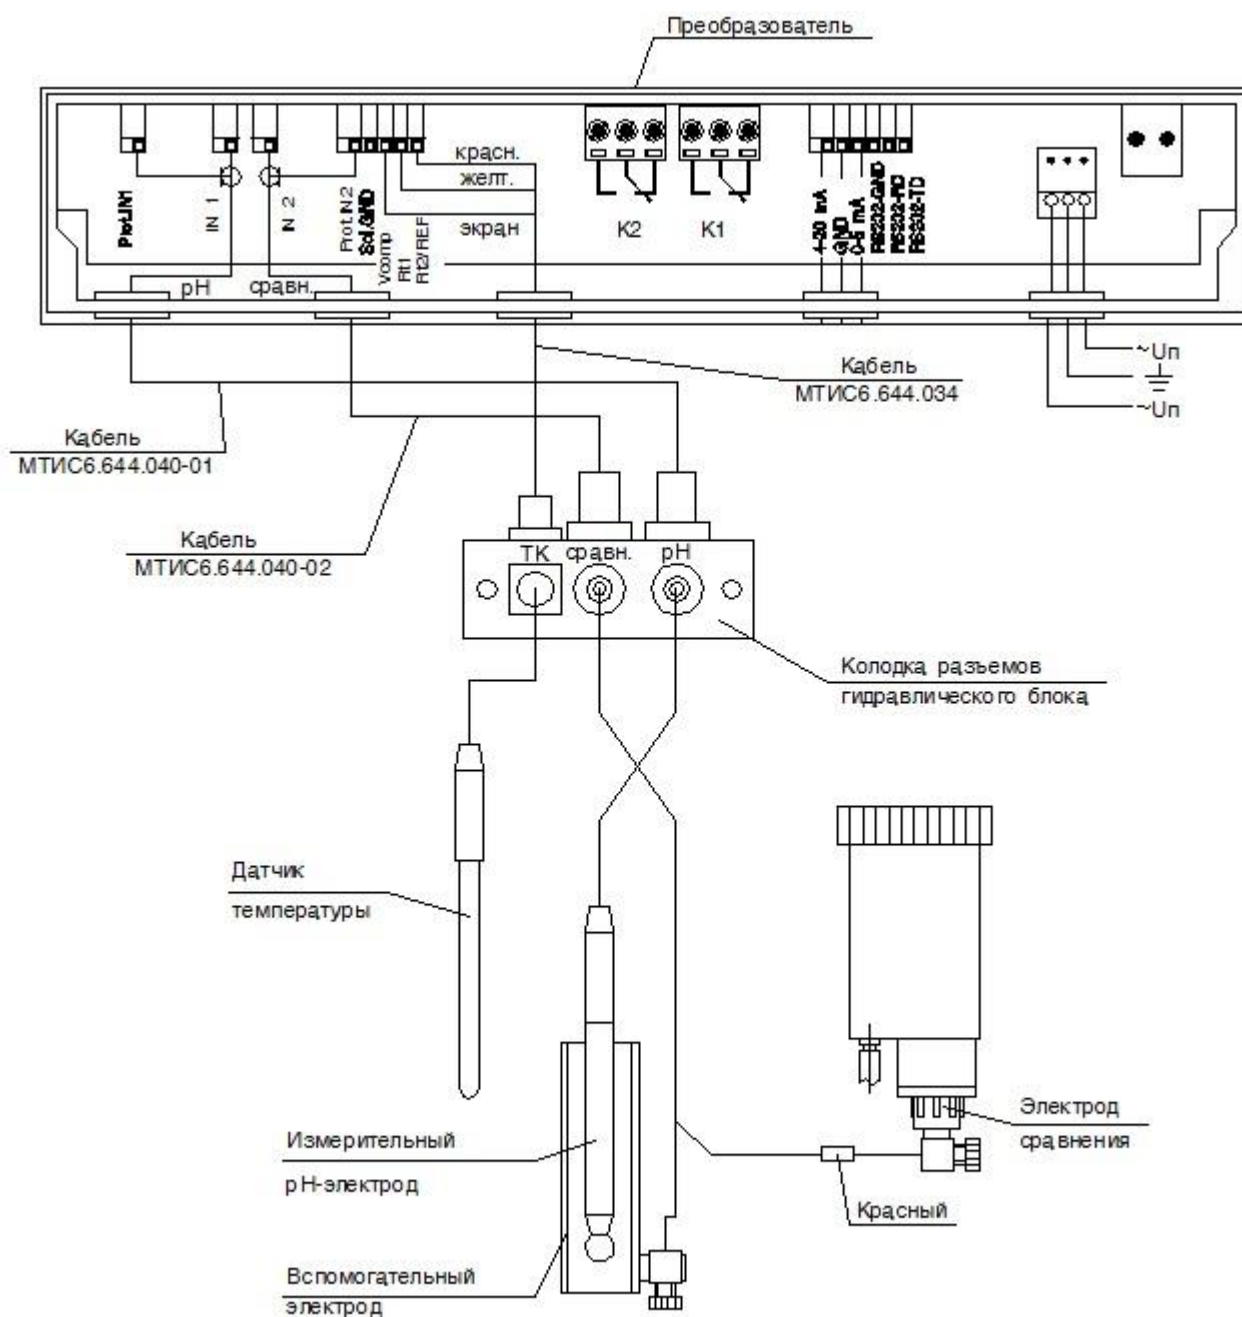

Рисунок 1 – Схема дифференциального подключения гидроблока БГ-1Д к преобразователю П-216.3 .
3.3 Монтаж электрических соединений составных частей комплекса производится в соответствии с дифференциальной схемой включения преобразователя (рисунок 1).